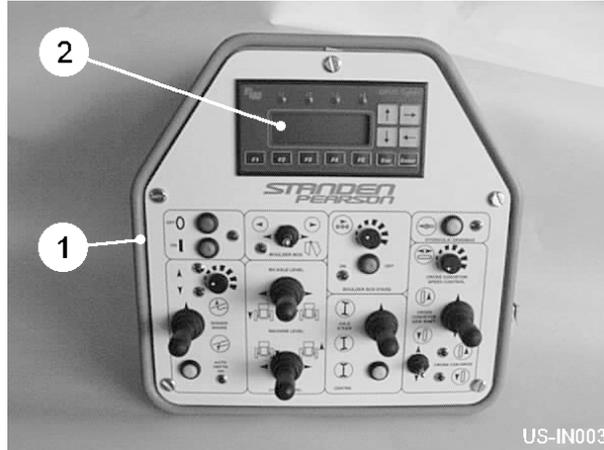

Fig 5
Contrôlez pour les fonctions majeures du Standen Unistar est fourni électroniquement par les changements sur la boîte du contrôle (item 1, fig 5) aiguillage les valves sur la machine par un 'CAN-bus' système du contrôle. Les fonctions peuvent être dirigées de la boîte du contrôle écran de l'exposition (item 2, fig 5). Mettre et diriger peut être emporté en suivant les directives dans le 'CAN-bus' mode d'emploi.